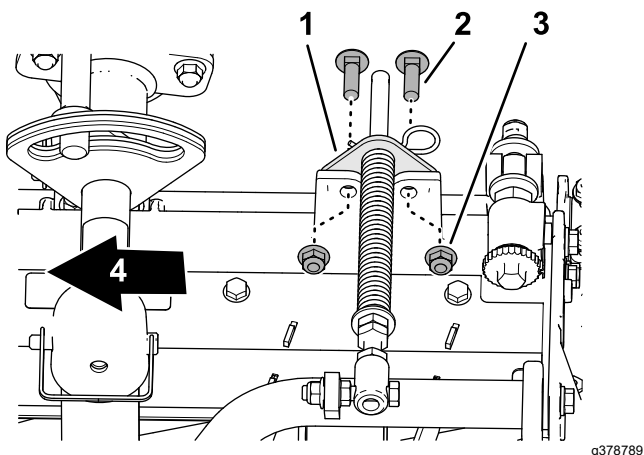

Figura 21
5. Alinhe os furos no suporte do compensador de relva com os furos do cilindro da estrutura da unidade de corte (Figura 21).